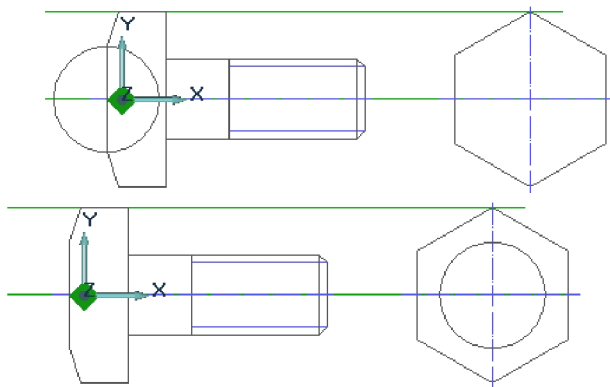

Рис. 4. Построение эскиза болта, этап 3
- На левом виде изобразите окружность, так, как показано на Рис. 4, после этого переместите ее в центр шестиугольника.